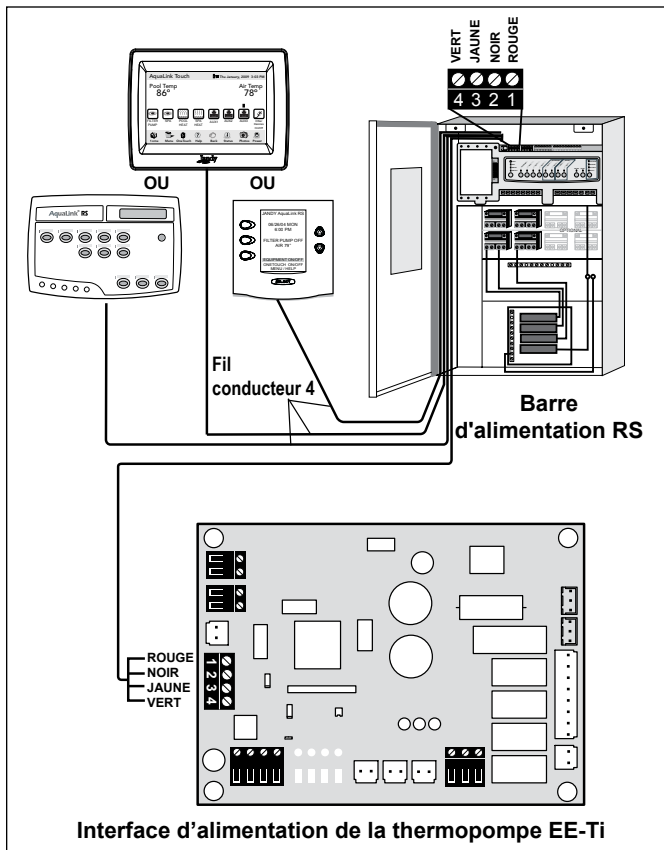

Figure 14. Branchement de la thermopompe EE-Ti au centre d'alimentation
- Confirmez la compatibilité des révisions de logiciel de la thermopompe EE-Ti et de l'AquaLink RS (Voir Figure 14).